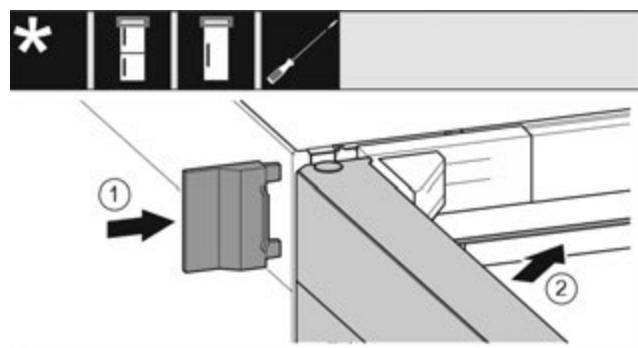

Fig. 21
- Насуньте зовнішню кришку. Fig. 21 (1)
- Закріпіть верхні дверцята. Fig. 21 (2)